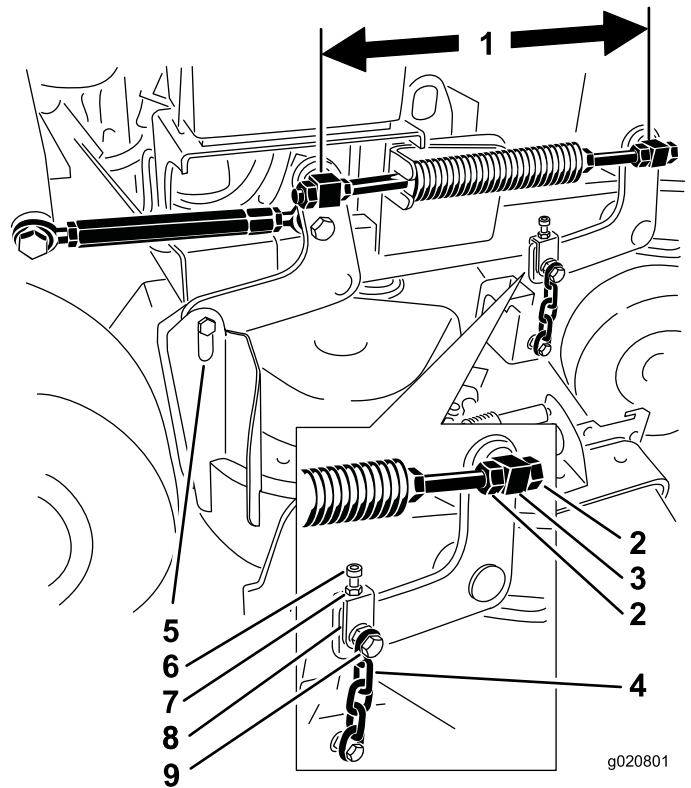

Figura 82
6. Verifique a distância entre as articulações, meça no centro das articulações (comprimento centro a centro) em cada barra roscada (Figura 82).
11. Se for necessário ajustar, desaperte o parafuso da corrente superior (Figura 82).
5. Desaperte os parafusos da corrente superiores (Figura 82).